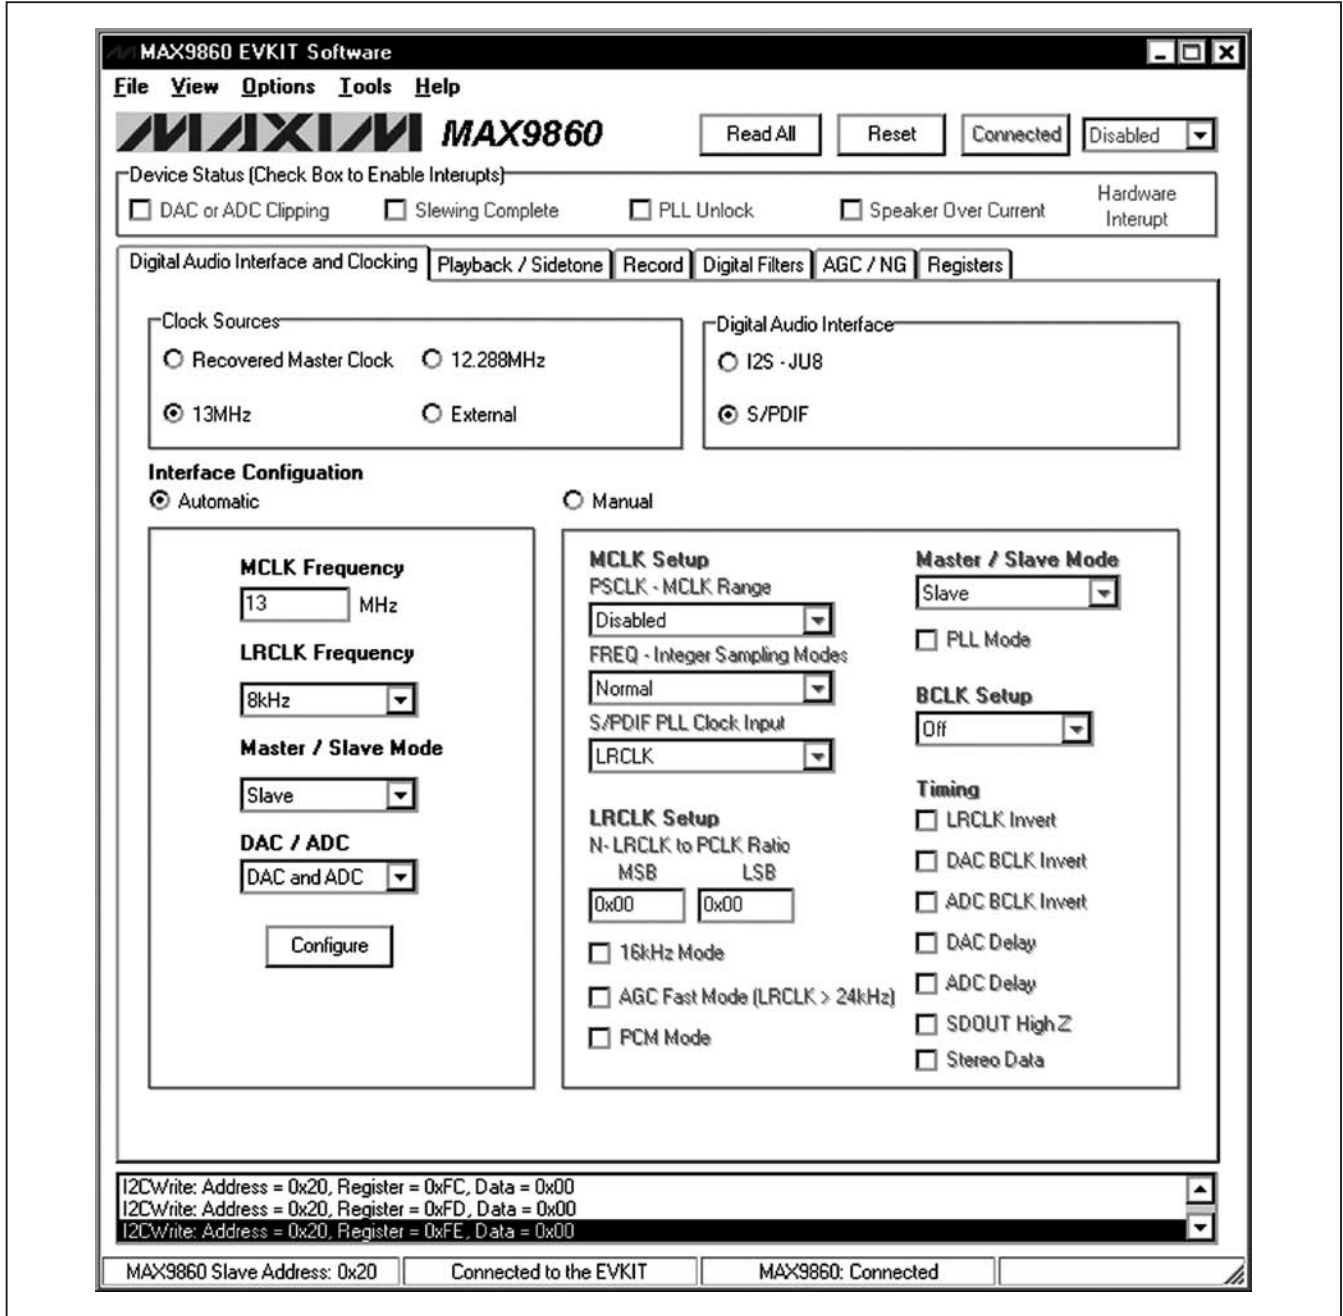

图1. MAX9860评估软件主窗口
- 15) 评估软件主窗口如图1所示。确认软件主窗口底部的状态栏上显示出消息**MAX9860: Connected**。
**Digital Audio Interface and Clocking**标签页(图1)包括MAX9860的主时钟(MCLK)和数字音频接口选项。根据具体要求，用户可选择自动典型接口配置或手动配置。